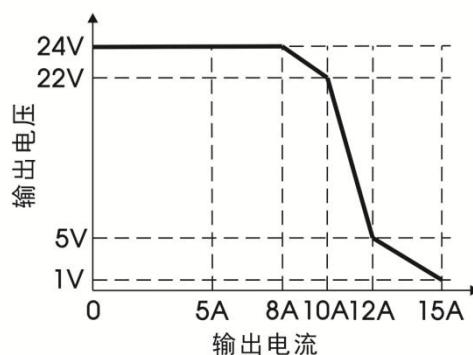

图 3
2.图 3 表示产品在额定输出电流时为 24V 输出，随着电流增加到 100%-150% I_{o} (TYP) 时进入过载状态，当 > 150% I_{o} (TYP) 时进入过流保护且随着输出电流增大输出电压下降，当输出电流增加到一定值时，产品将进入恒流模式；